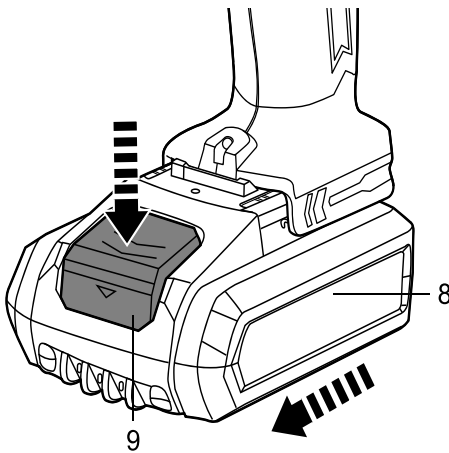

Fig. 4
- > Para evitar um arranque acidental, bloqueie o interruptor de ligado/desligado (6) colocando o controlo do sentido de rotação (5) no centro (ver “Funções do produto – Controlo do sentido de rotação” a seguir).
- > Para retirar o conjunto de bateria do produto, pressione o botão de desbloqueio (9) e deslize o conjunto de bateria (8) para fora do produto (Fig. 4).